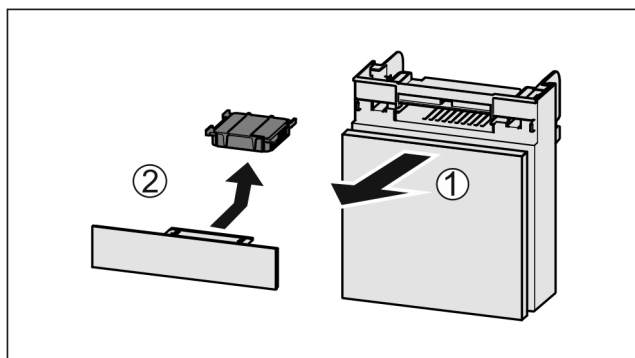

Fig. 122
- Estrarre il vano tirando in avanti Fig. 122 (1).
- Rimuovere il filtro a carboni attivi Fig. 122 (2).